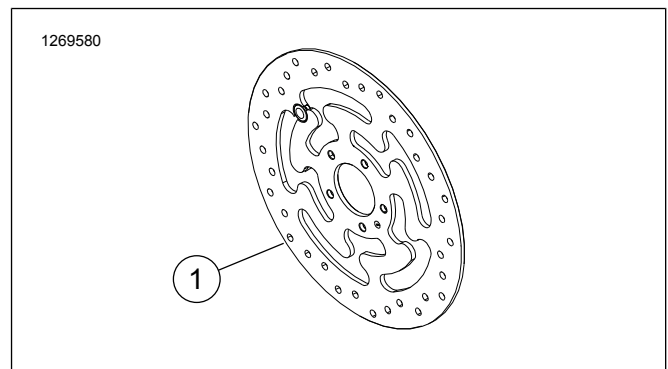

Figura 1. Disco do freio dianteiro
- Parafusos do disco do freio. Veja Figura 1 e Tabela 1.